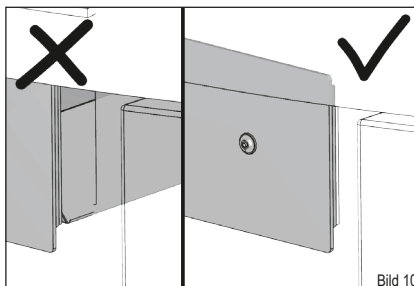

Bild 10
- ✓ Schieben Sie den Aschebehälter wieder in die Öffnung, so dass dieser bündig mit der Dichtung anliegt (Bild 10).